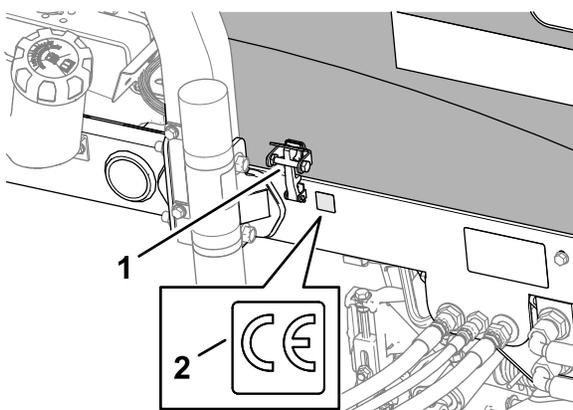

图 38
3. 用酒精擦拭靠近机罩门锁的左机架并让机架干燥图 38。
4. 撕去 CE 标贴的背衬并将其贴到机架上如图 38 所示。